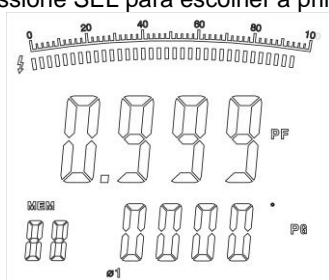

Figura 18
- Pressione SEL para escolher a primeira fase, veja figura 18.